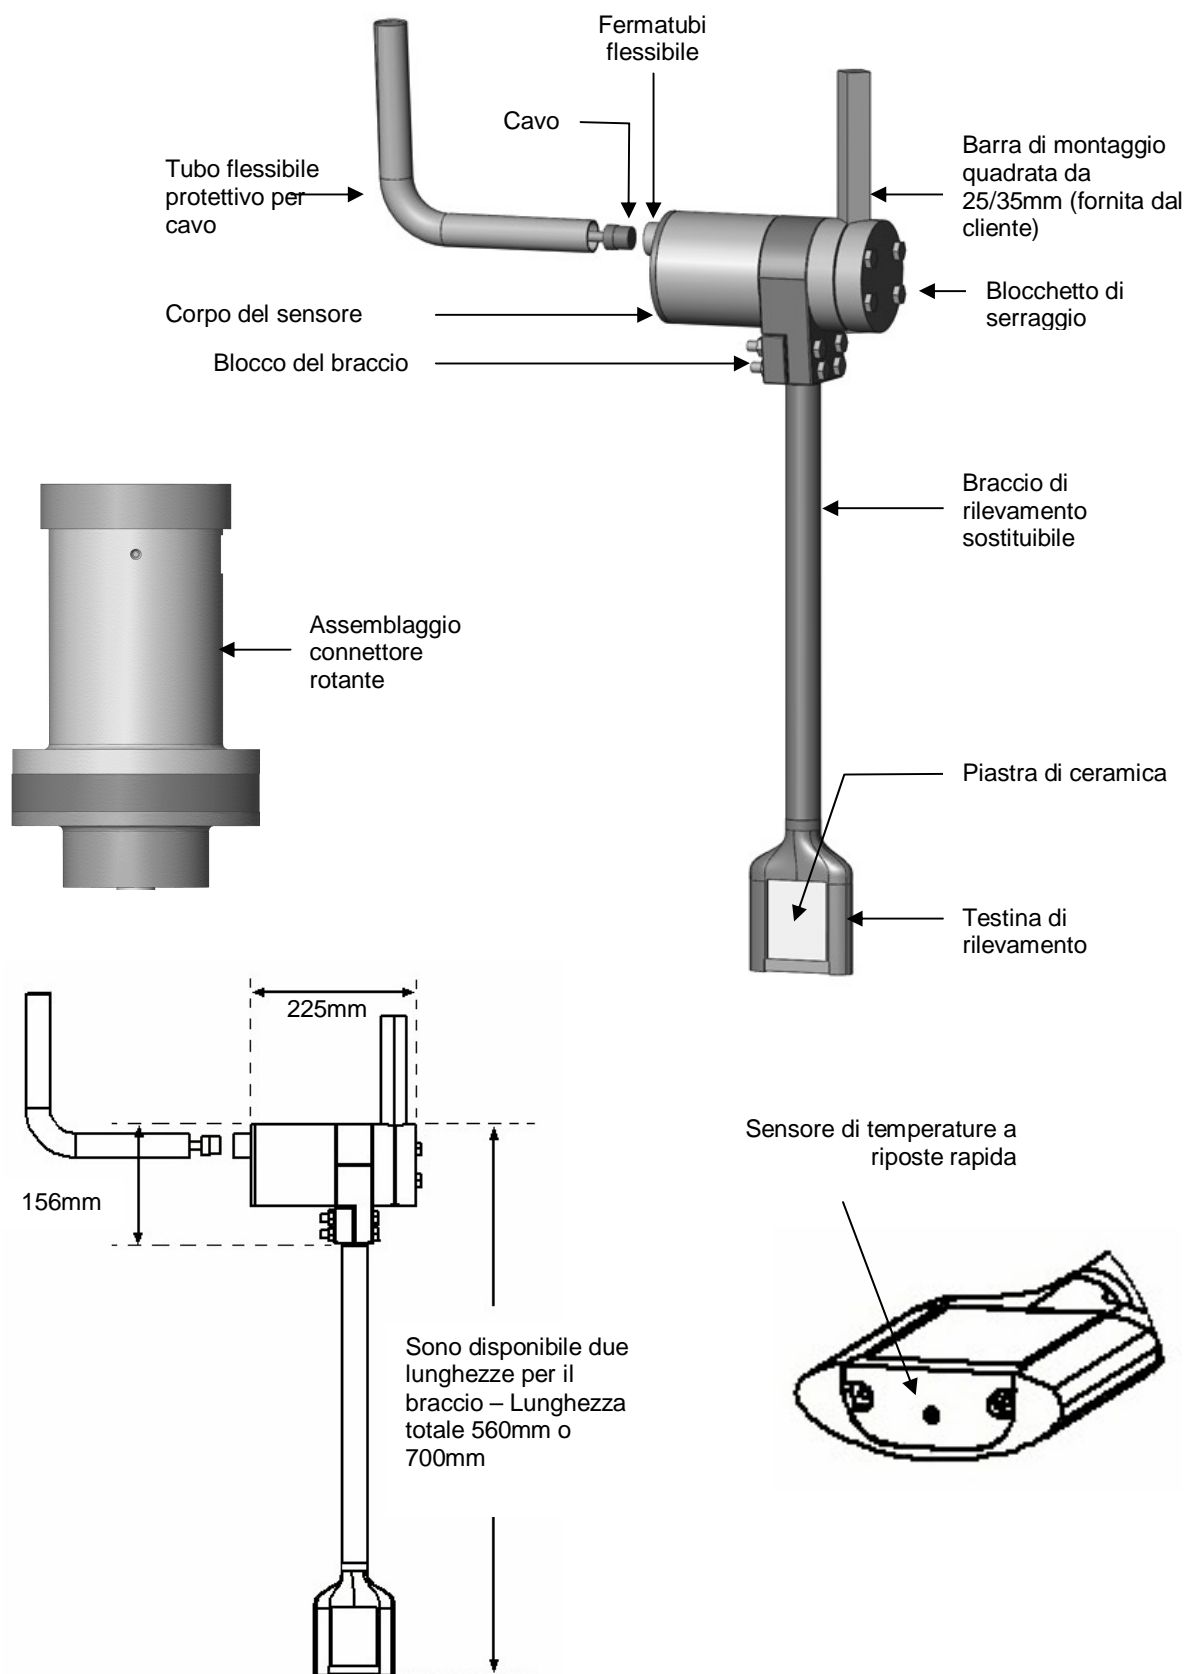
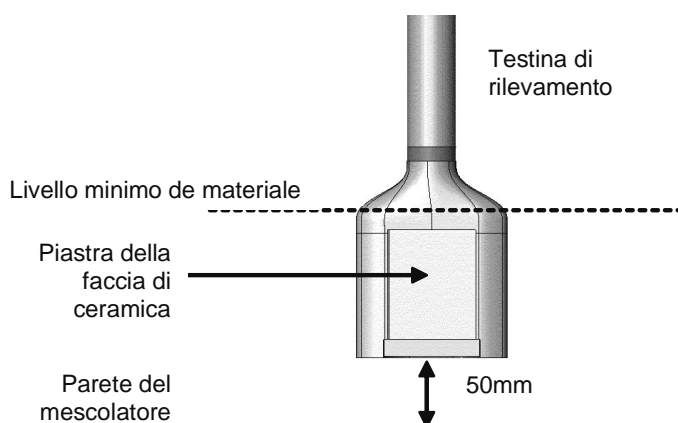

Figura 1 – Hydro-Probe Orbiter con connettore rotante
Figura 8 – Impostazione dell’altezza del braccio di rilevazione
Hydro-Probe Orbiter è disponibile in varie lunghezze. Le lunghezze standard corrispondono a 560mm o 700mm; si noti che queste misure si riferiscono alla lunghezza totale di Hydro-Probe Orbiter, come illustrato in Figura 1. **Su ordinazione sono disponibili altre lunghezze.**
- I bracci di rilevamento sono disponibili in due lunghezze (Figura 1) e il sensore deve essere montato lasciando uno spazio di 50mm tra il lato inferiore della testina di rilevamento e la parete del mescolatore (Figura 8).
L'altezza consigliata per le applicazioni tipiche è pari a 50mm sopra la parete del mescolatore (Figura 8). Questa altezza può essere impostata utilizzando un allineatore angolare che abbia un'ampiezza di 50mm.